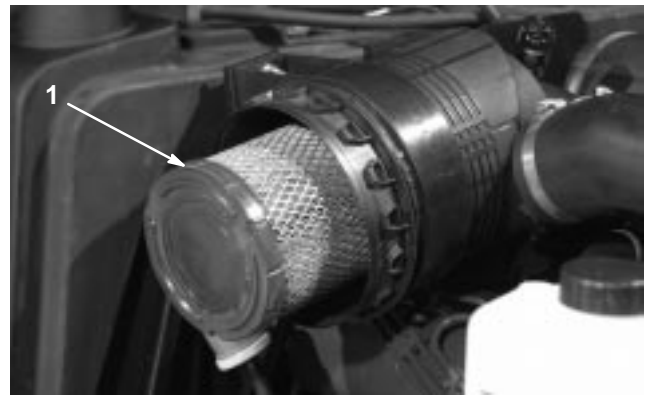
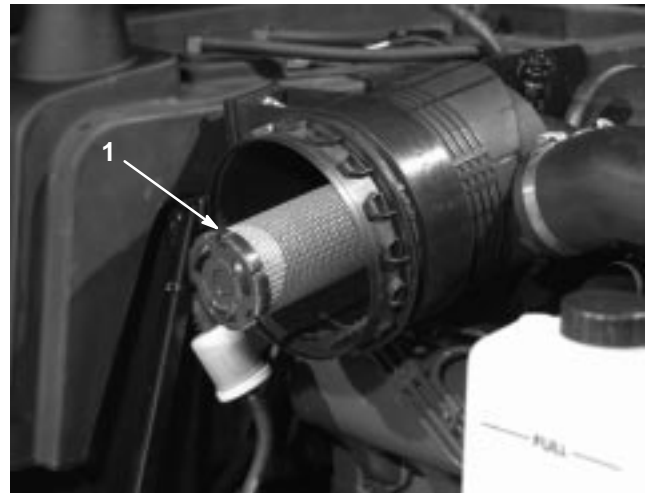

Figure 46
Figure 47
2. Sortez l'élément primaire (Fig. 46) du corps du filtre avec précaution pour ne pas déloger trop de poussière. Evitez de cogner l'élément contre les parois du filtre. N'enlevez **pas** l'élément de sécurité (Fig. 47).
Important N'essayez jamais de nettoyer l'élément de sécurité (Fig. 47). Remplacez-le une fois sur trois, quand vous effectuez l'entretien de l'élément primaire.